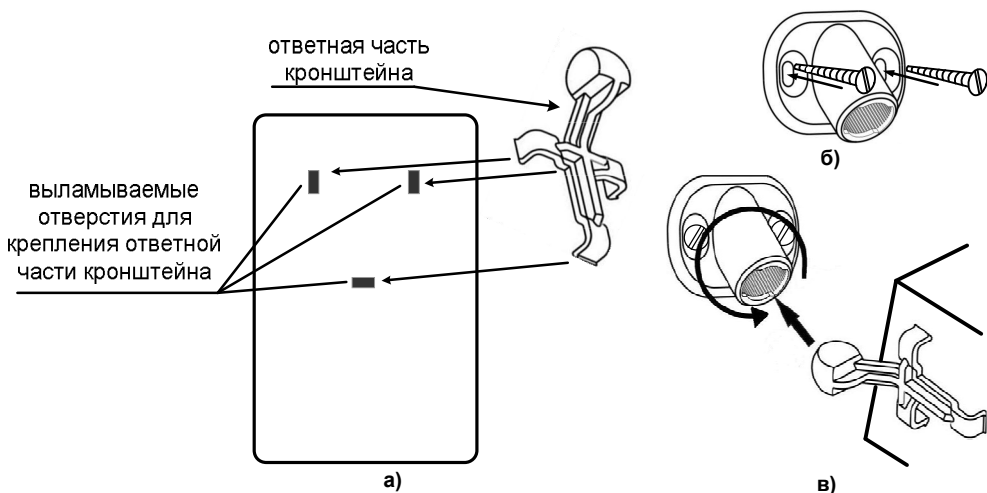

Рис.13
3. Проведите разметку отверстий для монтажа с учетом положения отверстий в основании кронштейна. Закрепите основание кронштейна на выбранном месте стены (рис.13б).
4. Установите на основание сигнализатора ответную часть кронштейна, предварительно удалив заглушки (рис.13а).
7. Соедините части кронштейна и поверните сигнализатор в нужное положение (см. рис.13в).